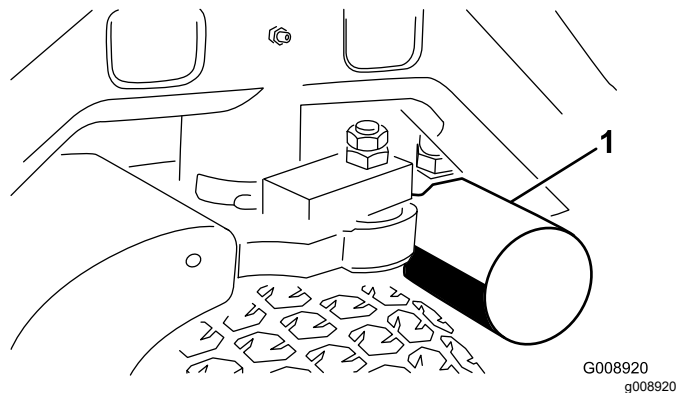
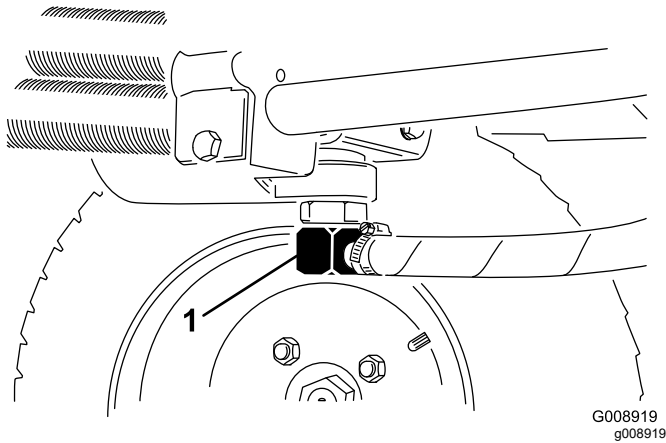

Figura 64
Figura 65
3. Limpe a zona de montagem do filtro. Coloque um recipiente de escoamento debaixo do filtro (Figura 64) e retire o filtro.
2. Desconecte as linhas hidráulicas (Figura 65) ou retire o filtro hidráulico (Figura 64) e deixe que o fluido hidráulico esorra para dentro de um recipiente de escoamento. Instale as linhas hidráulicas quando o fluido pare de escorrer.